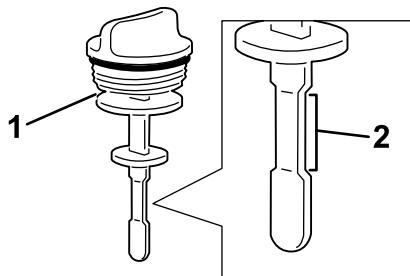

図 103
4. ディップスティックを引き抜いて油量を点検する 図 103。